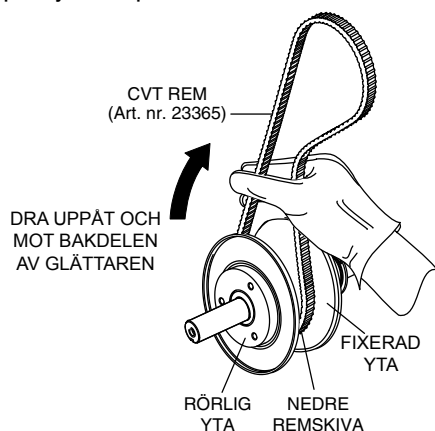

Bild 31. Hålla den nedre remskivan öppen
1. Placera den nya CVT remmen över den nedre remskivan. Kläm ihop bältet (bild 31) och dra bältet uppåt och mot bakdelen av glättaren. Detta kommer att öppna yterna på den nedre remskivan.